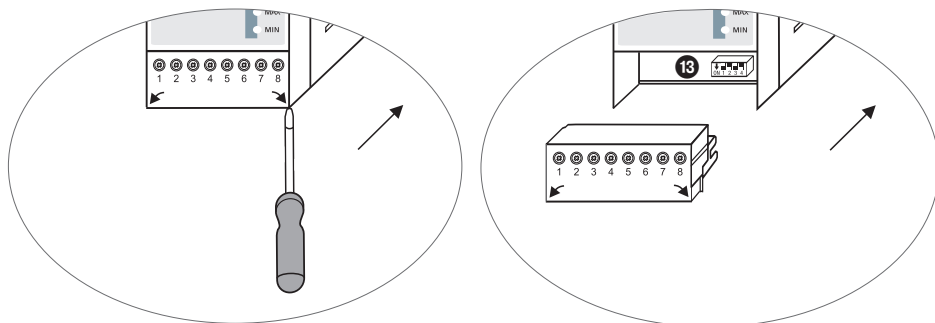

Fig. 6
- Retirer le bornier **inférieur**. **Fig. 6**